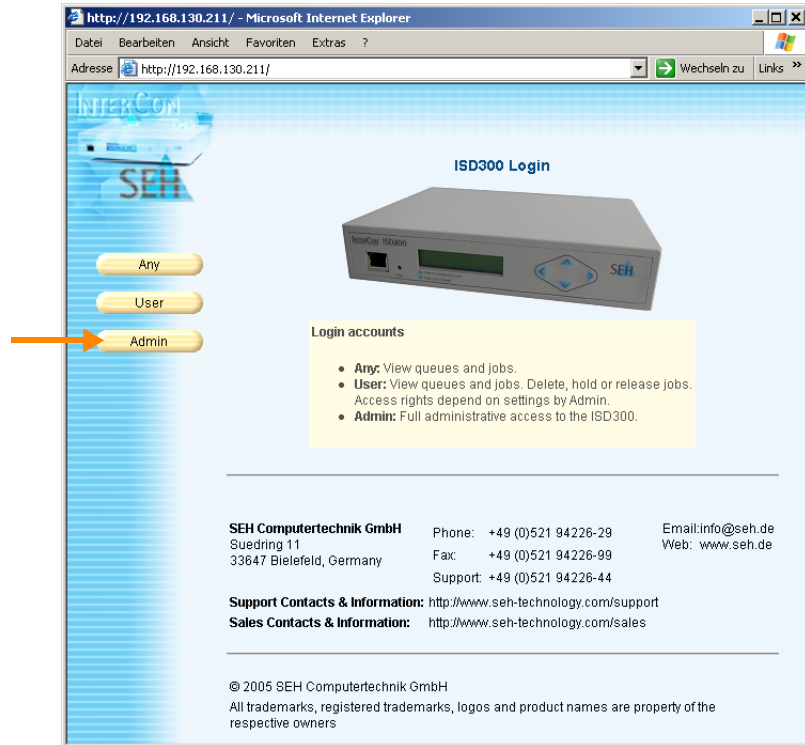

Bild 2 Homepage des ISD300: ADMIN klicken
- Öffnen Sie die ISD200-/300-Homepage mit einem Webbrowser¹; als URL verwenden Sie die IP-Adresse von der Anzeige des ISD200/300 (z. B. 192.168.128.2 oder 192.168.130.211; Bild 2).
- Klicken Sie auf ADMIN (Bild 2).